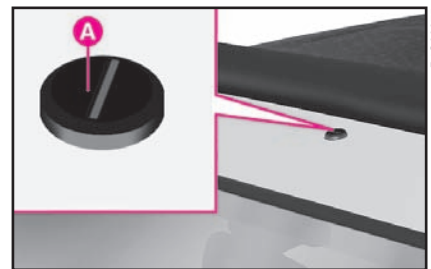

fig. 85
- 1) enlever le bouchon en plastique **A-fig. 85** vissé dans le logement pour antenne sur le toit de la voiture;